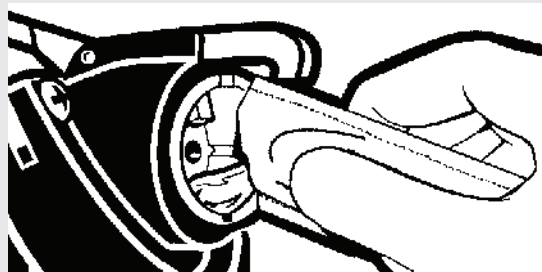

Figure 1.
2. Dégager la section perforée de la partie supérieure de la boîte (à proximité de la languette de déverrouillage qui retient le couvercle) et la replier pour permettre aux flexibles de pénétrer dans les deux découpes fournies. (Voir figure 1)